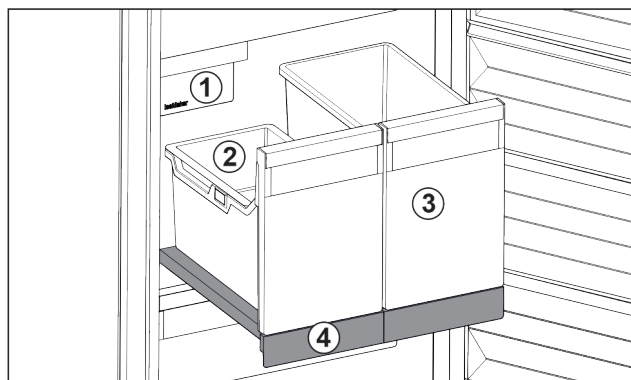

Fig. 103 Vysouvací přihrádka s IceTower
- (1) IceMaker
- (2) Závěsná miska pro kostky ledu
- (3) Nádoba např. pro pizzu, alkoholické nápoje
- (4) Vysouvací přihrádka
Na vysouvací přihrádce jsou dvě vysoké nádoby (IceTower). V nádobě Fig. 103 (2) se shromažďují a skladují kostky ledu z IceMaker. Nádoba Fig. 103 (3) se hodí pro skladování vysokých potravin jako pizzy nebo alkoholické nápoje.